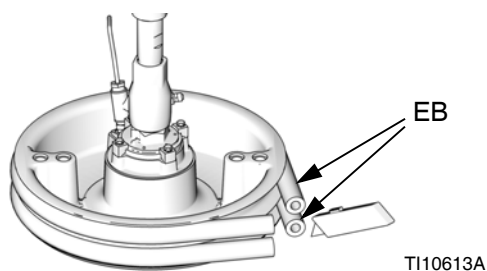

FIG. 19
2. Apague el interruptor de desconexión (M).
3. Para sustituir rascadores desgastados o dañados (EB), levante el plato para sacarlo del bidón. Retire el bidón de la base. Recoja y seque el fluido del plato.
4. Corte los rascadores superior e inferior con una cuchilla y quítelos del plato. Consulte la FIG. 19.